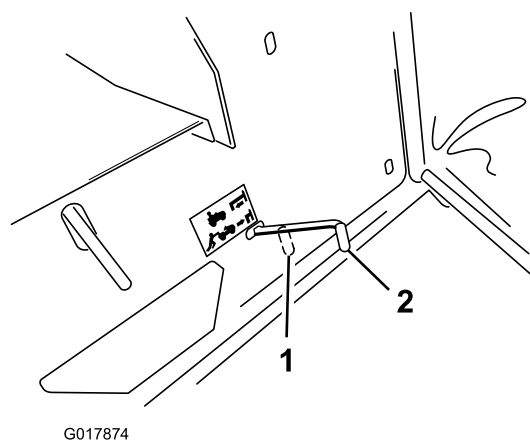

Figura 13
Nota: Il sistema di trazione è disinserito, e le ruote girano liberamente (Figura 13).
2. Estraiete il comando della trazione dalla posizione di funzionamento (Figura 13) per ingranare la trazione.